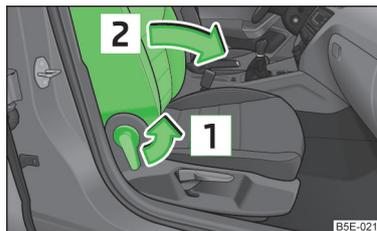

Abb. 54
- › Den Hebel in Pfeilrichtung **1** › Abb. 54 ziehen.
➤ Den Hebel in Pfeilrichtung **[1]** » Abb. 54 ziehen.